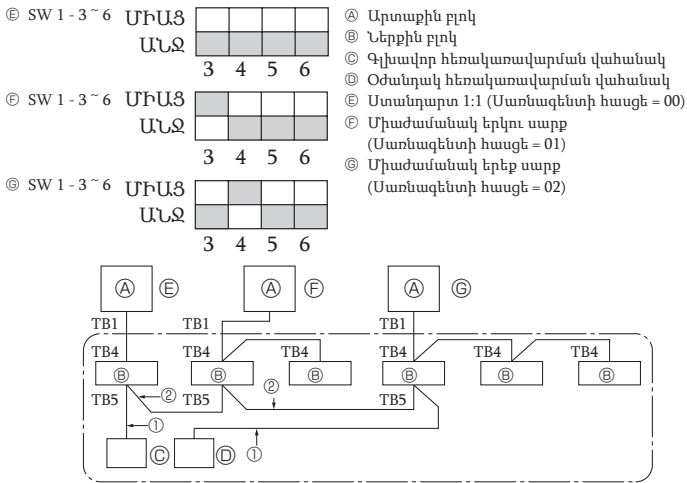

Fig. 9-1
9. Համակարգի կառավարում (Fig. 9-1)